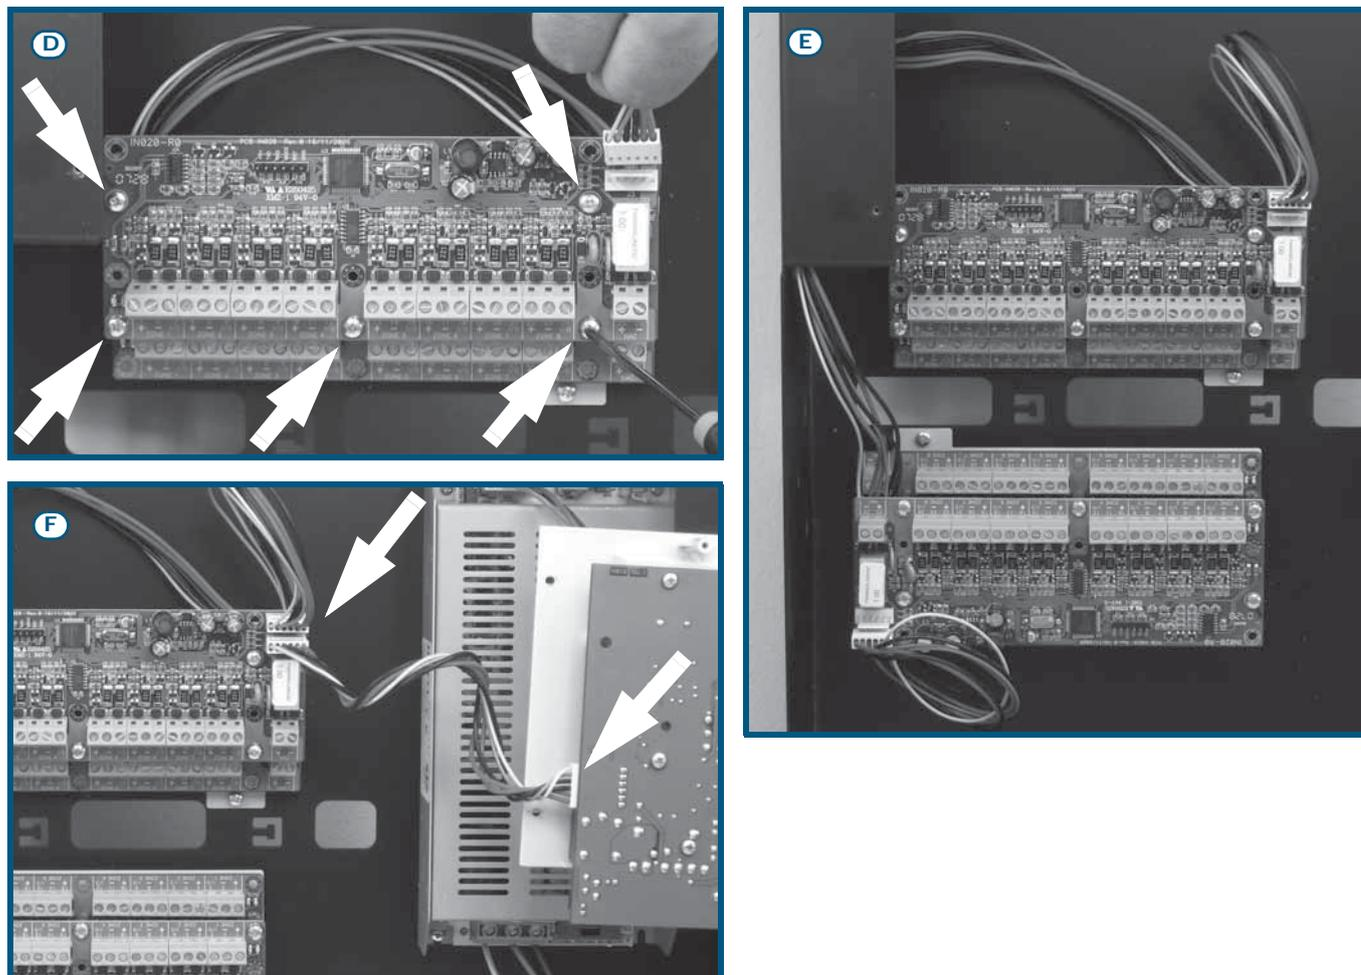

Figura 12 - Montaje del módulo de expansión - 2
6. Fijar el segundo módulo de expansión sobre las columnas metálicas (Figura 12 - [D]).
10. Conectar el tercer módulo con el segundo (Figura 12 - [E]).
11. Conectar el primer módulo con la central utilizando el correspondiente conector (Figura 12 - [F]).